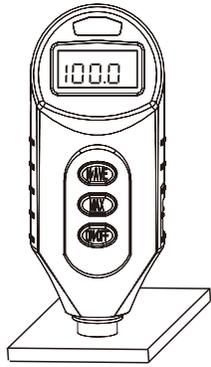

图16
- 非零点校准: 将硬度计压足底面与平整的玻璃板完全解除, 使压针伸出长度为零, 此时屏幕硬度值应显示为100 (见图16)。